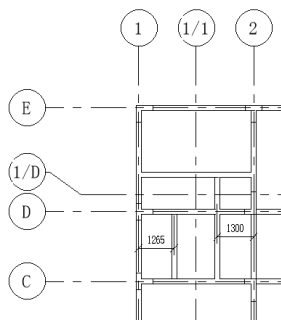

图 6-46 绘制“180×400mm”梁
(11) 在适当位置绘制“180×400mm”的梁，并利用“对齐”按钮，标注梁的尺寸，然后调整位置，结果如图 6-46 所示。